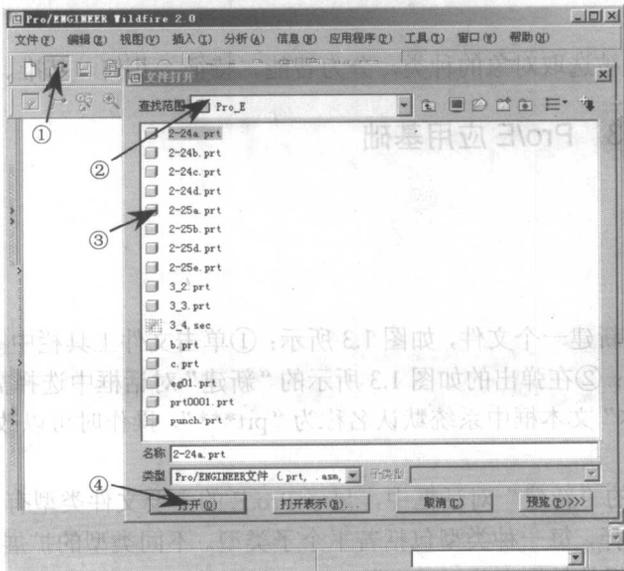

图 1.4 “文件打开”对话框
如所有 Windows 应用软件一样，在 Pro/E 中已经保存的文件，可以重新打开进行查看或编辑。如图 1.4 所示：①单击文件工具栏中 按钮（或选择“文件”→“打开”命令）；②在弹出的“文件打开”对话框中的“查找范围”下拉列表框中选择查找范围；③选择所需打开的文件；④单击 按钮，即可打开所需的文件。
(1) 打开文件还可以在浏览窗口中直接选择文件存放的文件夹，然后在浏览器中选中要打开的文件，按住鼠标左键不动，将其拖曳到绘图区，然后放开鼠标左键。请读者自行练习该方法。
(2) 在如图 1.4 所示的“文件打开”对话框中，还有其他一些按钮，如 、 和 等，请读者自行练习并熟悉它们各自的功能。